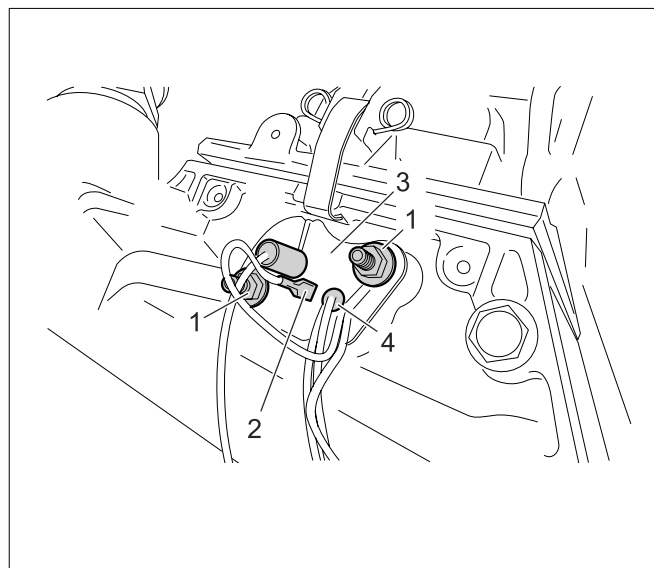

Fig. 36 Înlocuirea electrodului de ionizare
- Desfaceți șuruburile de fixare (vezi Fig. 36, Poz. 1).
- Îndepărtați cablul de împământare (vezi Fig. 36, Poz. 2).
- Îndepărtați placa de montare (vezi Fig. 36, Poz. 3).
- Demontați electrodul de ionizare (vezi Fig. 36, Poz. 4).
- Montați cablul de împământare (vezi Fig. 36, Poz. 2).